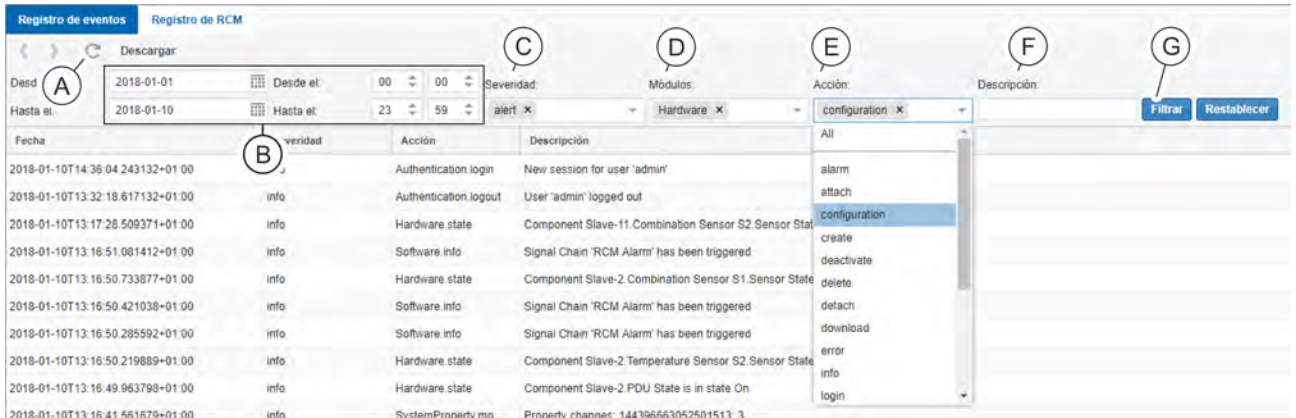

Fig. 120: Establecer los filtros
- Fecha y hora (Fig. 120/ⓐ)
- Severidad (Fig. 120/ⓐ)
- Módulos (Fig. 120/ⓐ)
- Acción (Fig. 120/ⓔ)
- Descripción (Fig. 120/ⓕ) (recuadro de texto libre)
- ➔ Haga clic en el botón "Filtrar" (Fig. 120/ⓐ).